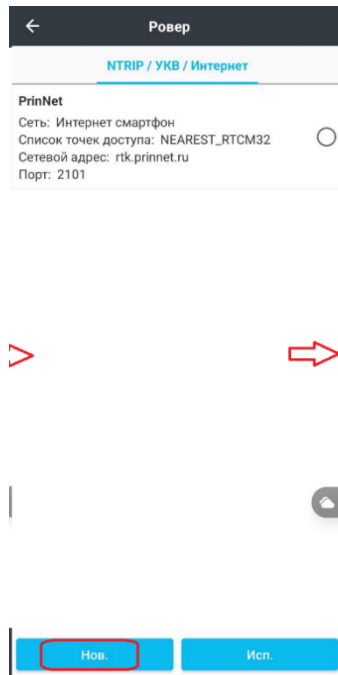
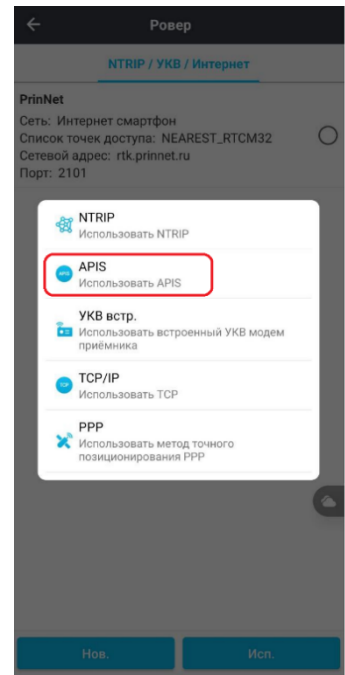

Рисунок 5.2.17
Рисунок 5.2.18
2. Нажмите **Новый** (Рисунок 5.2.17) и выберите **APIS** (Рисунок 5.2.18).